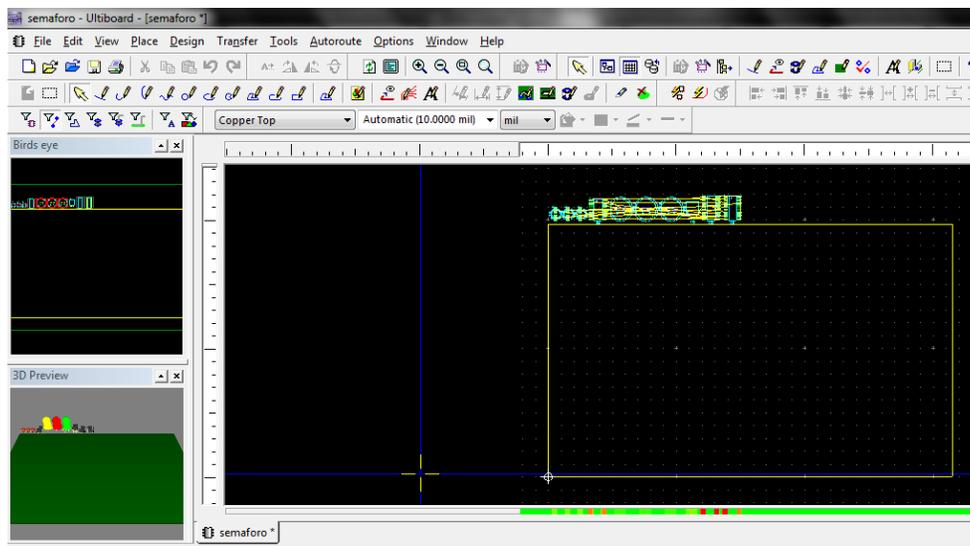
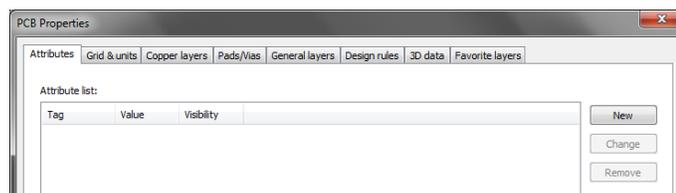

Figura 2.5 – Workspace do UltiBoard com os componentes do circuito importados do MultiSim.
Figura 2.6 – Janela de propriedades da PCB
Após fazer a transferência é aberto a janela “Import List” (ver Figura 2.4) para selecionar os componentes que deverão ser inseridos na placa de circuito impresso. Geralmente o usuário apenas confirma esta janela não fazendo intervenção na lista. Na sequência o Ultiboard é aberto automaticamente com os componentes do circuito (já inseridos no MultiSim) disponíveis para trabalho no workspace conforme ilustra a Figura 2.5. O retângulo em amarelo indica as dimensões da PCB sugeridas pelo próprio UltiBoard e os componentes importados estão logo acima desta área retangular prontos para serem dispostos dentro dela. Deste modo, o segundo método é mais fácil pois todos os componentes são transferidos para o Workspace do Ultiboard.
Com um duplo click no retângulo amarelo que define a borda da placa (ver Figura 2.5), abre-se a janela “PCB Properties” com oito abas conforme ilustra a Figura 2.6. Estas abas são brevemente descritas nos próximos parágrafos.
Ao clicar no botão “New” da Figura 2.6, uma janela similar a da Figura 2.7b é mostrada. Nesta janela é possível definir uma série de propriedades de uma camada que vão desde sua cor até seu alinhamento.
- **Aba “Grid & Unit”:** a segunda aba da Figura 2.6 tem sua interface mostrada na Figura 2.7c. No campo “unit” é definido as unidades de medida do projeto e outros detalhes tais